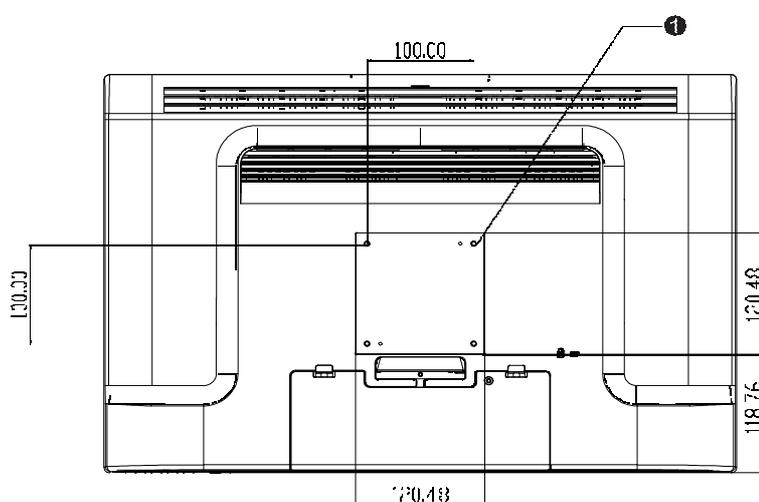

Рисунок 2-1: Расположение интерфейса VESA монтажа с убранный подставкой
- 1 Если дисплей уже подсоединен к подставке, вытащите 4 винта, соединяющие подставку к дисплею (см. *Рис. 2-1*, пункт ●). Отделите подставку от дисплея.